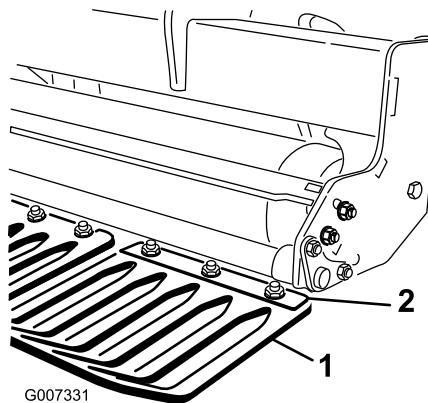

Figura 17
1. Afloje las tuercas que sujetan las abrazaderas del protector de césped a la barra de herramientas del protector de césped (Figura 17).